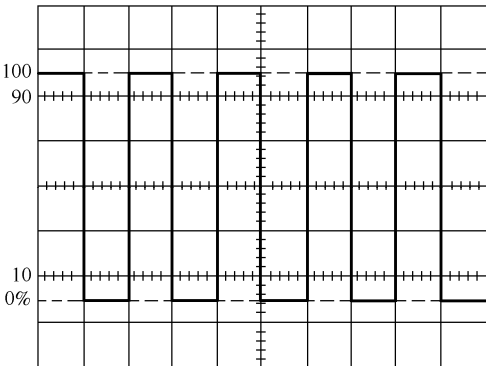

图 1-5 校准信号波形
- 4) 调整电平旋钮使波形稳定，分别调节垂直移位和水平移位旋钮，使波形与图 1-5 吻合。